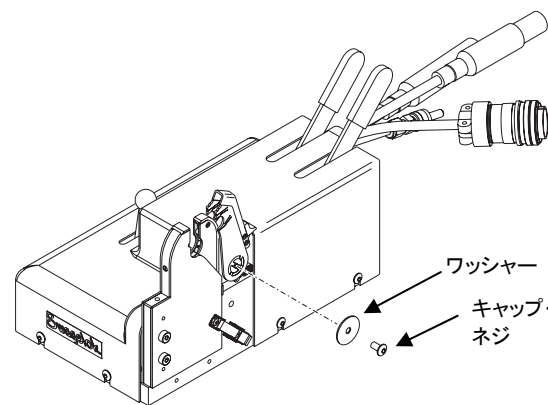

Figure 32 キャップ・ネジとワッシャーを外す
3. キャップ・ネジとワッシャーを外します。**Fig.32** をご参照ください。